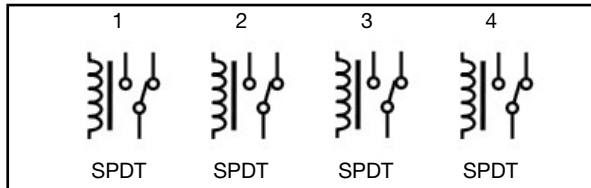

Figura 2.
5. La configuración de salida predeterminada del nuevo tablero de relés es de cuatro relés SPDT controlados independientemente (consulte la Figura 2).